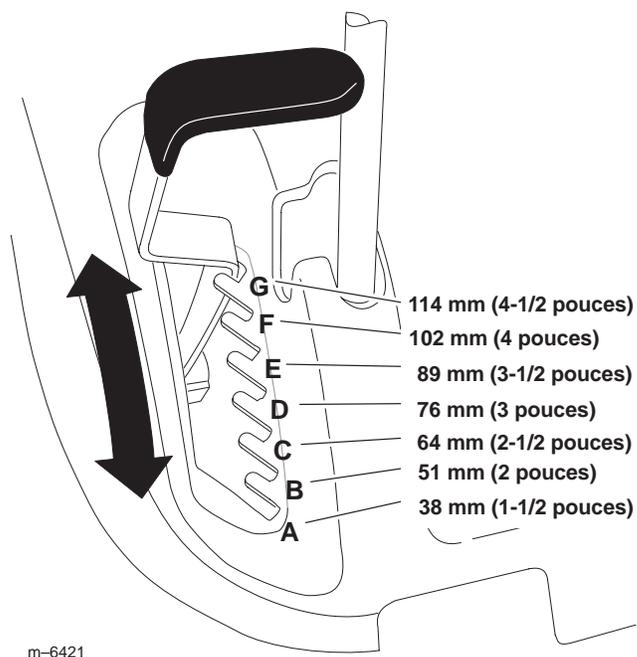

Figure 10
1. Relevez le levier de sélection de hauteur de coupe en position de transport (qui correspond aussi à la hauteur de coupe de 114 mm [4-1/2 pouce]) (Fig. 10).
2. Pour régler la hauteur de coupe, tirez sur le levier de hauteur de coupe et sélectionnez la position souhaitée (Fig. 10).